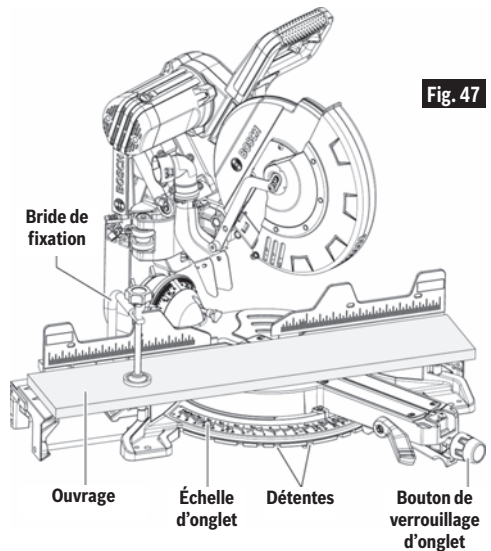

Fig. 47
2. Desserrez le bouton de verrouillage d'onglet. Soulevez le levier de détente d'onglet et déplacez la scie jusqu'à l'angle désiré en utilisant soit les détentes, soit l'échelle d'onglet. Serrez ensuite le bouton de verrouillage d'onglet (voir Figure 47).